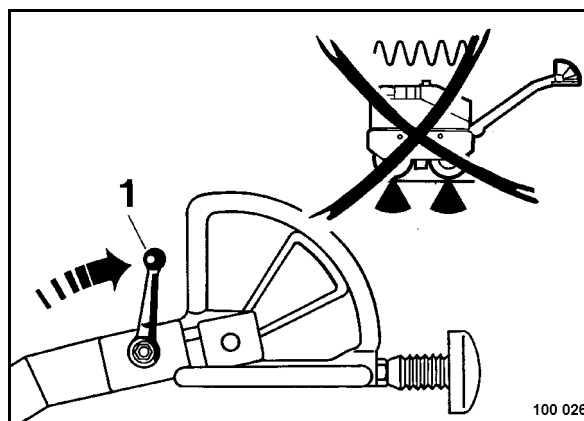

рис. 34
- Установить рычаг вибрации (1) (рис. 34) назад; вибрация выключена.